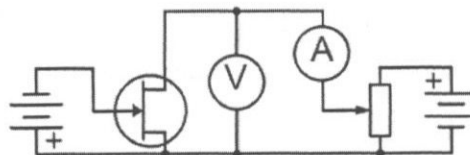

Рис. 4. Установка для измерения вольт-амперной характеристики между стоком и истоком при $U_{GS} = -3 \text{ В}$
2. Для измерения вольт-амперной характеристики транзистора между стоком и истоком при нулевом напряжении 3 В между стоком и затвором немного модифицируем схему, добавив еще один батарейный отсек (рисунок 4).
3. Для измерения вольт-амперной характеристики транзистора между стоком и истоком при нулевом напряжении - 3 В между стоком и затвором немного модифицируем схему, поменяем полярность добавленного батарейного отсека (рисунок 4).